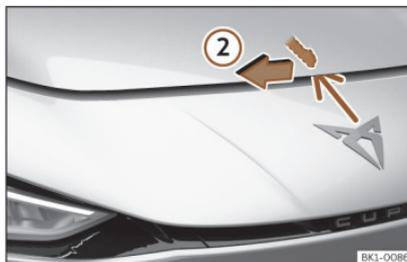

Fig. 156 Palanca bajo el capó.
- Para levantar el capó haga presión hacia la izquierda con la palma de la mano hacia abajo en la palanca situada debajo del capó, en el centro » fig. 156 ②. Los ganchos de sujeción quedan desbloqueados.